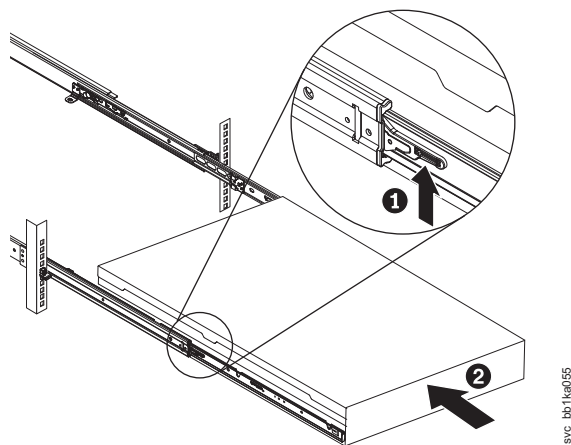

Figura 208. Levantando as alavancas de travamento do SAN Volume Controller 2145-DH8 dos trilhos deslizante do rack
17. Levante as alavancas de travamento (**1** em Figura 208) nos trilhos deslizantes e empurre o servidor **2** completamente no rack até que ele encaixe.